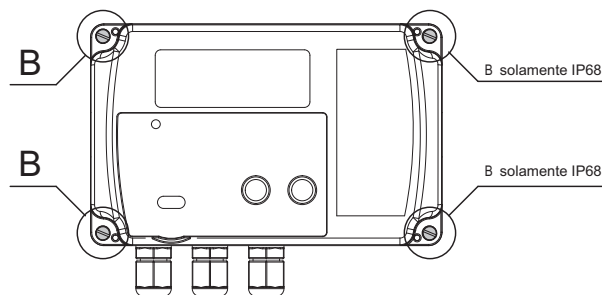

Fig. 4
8. Desenrosque los tornillos B que sujetan la tapa de el calculador (Fig. 4)